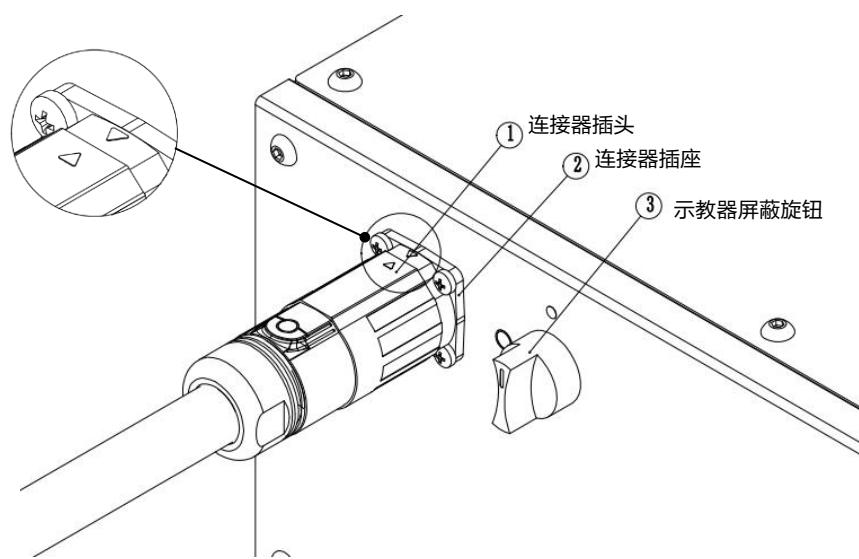

图 3-6 示教器接线示意图
inCube21 控制柜前面板左上角为示教器连接接口，采用快插式连接器连接（见图 3-6）。
步骤2. 将连接器插头①的三角符号与连接器插座②的三角符号对齐(如图 3-6 的局部放大图)，推入连接器插头①，并顺时针旋转 45°，使其与连接器插座②卡紧。